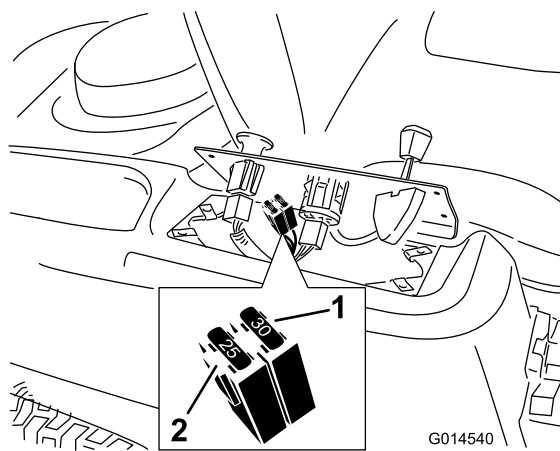

Figura 39
2. Sollevate il pannello di controllo per accedere al cablaggio principale e al portafusibili (Figura 39).
3. Per sostituire un fusibile, tiratelo (Figura 39) ed estraetelo dall'attacco.